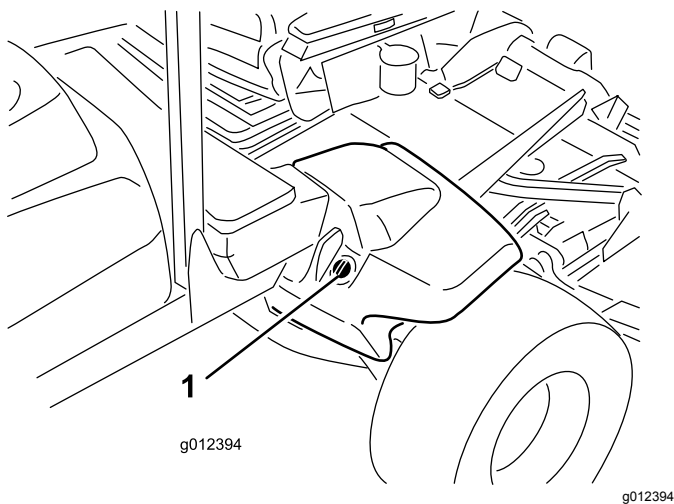

図 15
2. 油圧オイルタンクの注油口周辺をきれいに拭き、キャップ 図 15 を外す。給油口からキャップを取る。